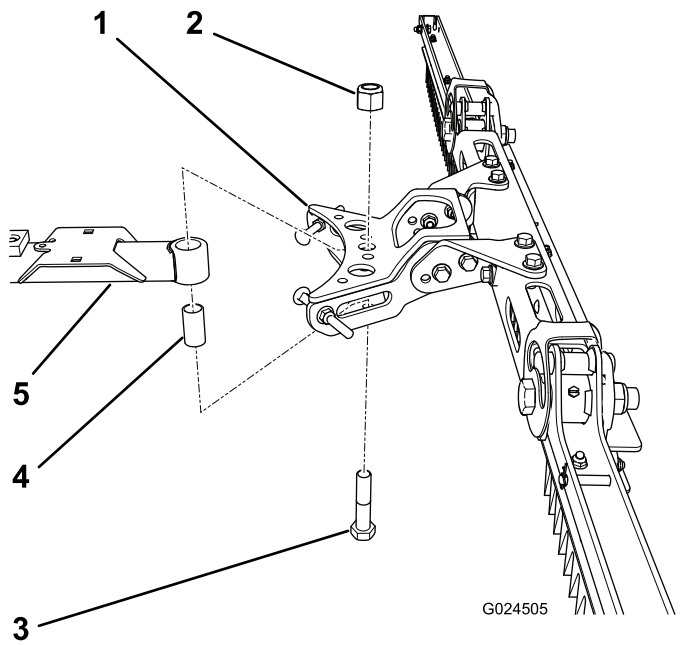

Bild 7
1. Setzen Sie ein langes Distanzstück in das Loch hinten an der Deichsel ein (Bild 7).